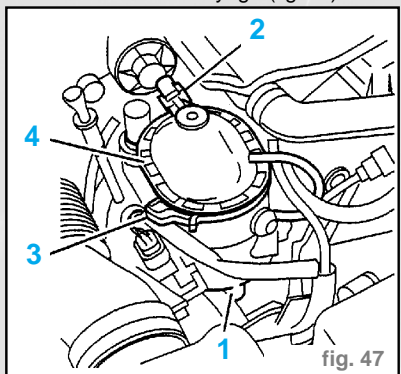

fig. 47
Impératif : Avant d'effectuer cette opération, vider le corps en ouvrant la vis de purge (1) un tube plastique permet l'évacuation du gazole le non respect de cette opération entraîne l'écoulement du gazole sur le mécanisme d'embrayage (fig. 47).